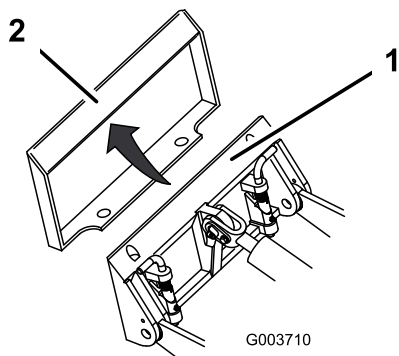

Figure 15
4. Insérez la plaque de montage dans le bord supérieur de la plaque réceptrice de l'accessoire (Figure 15).